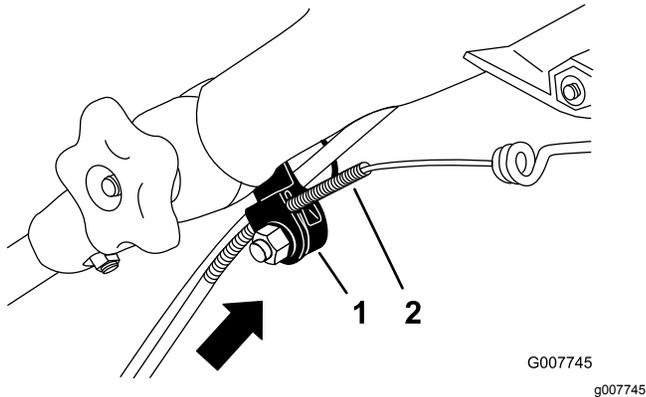

Figura 50
**Nota:** Posizionando un righello contro il lato superiore dell'attacco nero del cavo è possibile misurare di quanto si sposta l'estremità superiore della guaina del cavo (Figura 50).